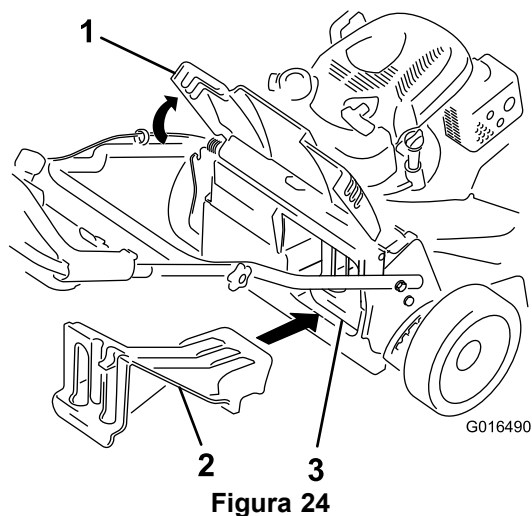

Figura 24
- Si el tapón de descarga trasera no está instalado, sujételo por el asa, eleve el deflector trasero e introdúzcalo en el conducto de descarga trasera hasta que el enganche encaje en su sitio; consulte Figura 24.
**Importante:** Asegúrese de que el tapón de descarga trasera está colocado antes de reciclar los recortes (Figura 24).